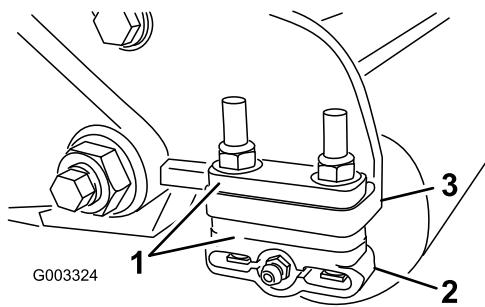

Figura 19
1. Ajuste os suportes do rolo traseiro (Figura 19) na altura desejada do limite de corte posicionando a quantidade necessária de espaçadores por baixo da flange de montagem da placa lateral (Figura 19) de acordo com o quadro de altura de corte.